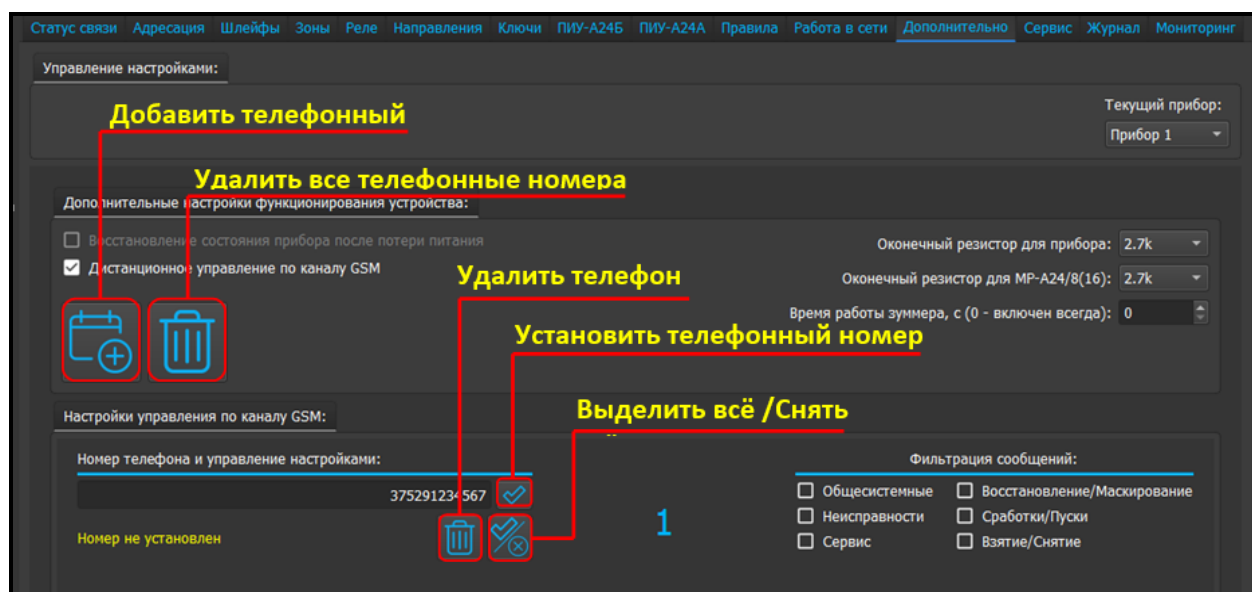

Рис. 65. Скриншот окна редактирования настроек «Дистанционное управление по каналу GSM»
4.7.2 Настройка «Дистанционное управление по каналу GSM» (см. рисунок 65)